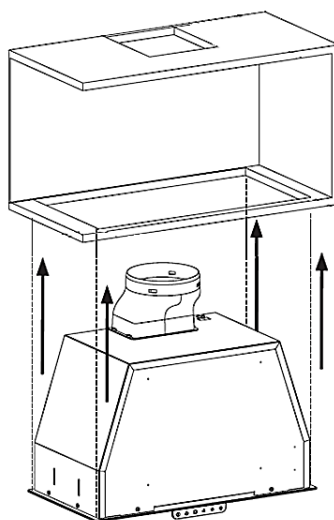
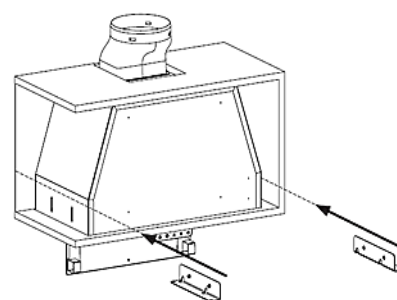

Рис. 6
Рис. 7
- Плотно закрепляйте воздуховод на выходе мотора хомутом (рис. 6).
Вставьте вытяжку в прорезь шкафа (рис. 6) и, удерживая ее, установите фиксирующие скобы по боковым сторонам корпуса вытяжки (рис. 7). При